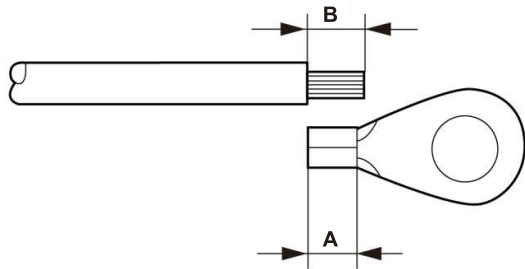

Figura 5.8 Longitud adecuada
- 3) Pele el aislamiento del cable de tierra a una longitud adecuada (véase la figura 5.8).